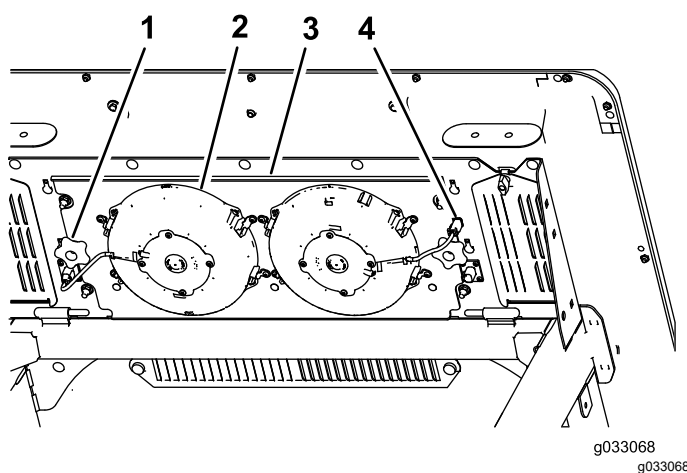

Figure 95
- Débranchez le connecteur et le câble d'alimentation des ventilateurs de la prise (Figure 95).
- Retirez les 2 boutons qui fixent le panneau de ventilateurs et les ventilateurs sous le haut de la cabine (Figure 95) et déposez l'ensemble.